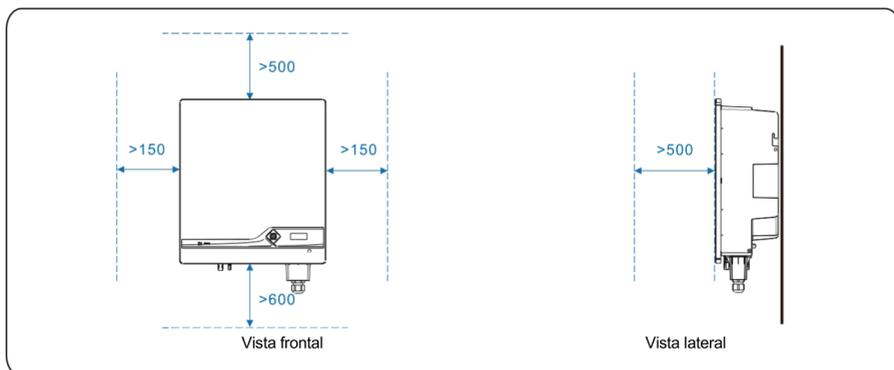

Figura 4.4 Requisitos de espaço de instalação (unidade: mm)
- b. Reserve uma folga suficiente ao redor do inversor para garantir espaço suficiente para instalação e dissipação de calor, como mostrado na Figura 4.4.